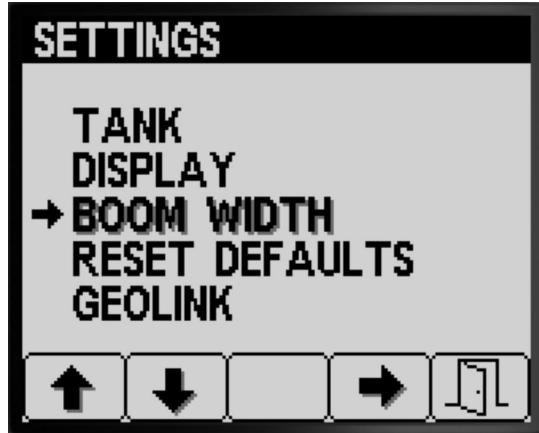

Figura 32
- Premete il pulsante 2 sulla schermata IMPOSTAZIONI fino a raggiungere l'opzione LARGHEZZA BARRE (Figura 32).
- Premete il pulsante 4 per selezionare la voce LARGHEZZE BARRE (Figura 32).